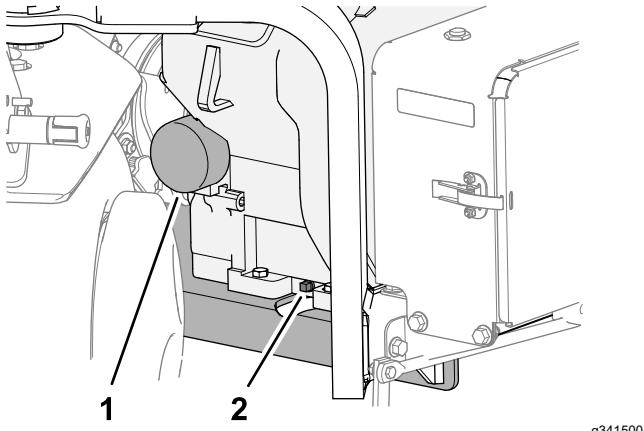

Bild 161
3. Stellen Sie eine Auffangwanne unter die Ölabblassschraube und entfernen Sie die Schraube (Bild 161).
1. Stellen Sie eine Auffangwanne unter den Filter und entfernen Sie den Filter (Bild 161).
6. Schrauben Sie den Ölfilter in den Filteradapter ein, bis die Dichtung den Filteradapter berührt (Bild 161). Ziehen Sie dann den Filter um eine weitere halbe Umdrehung fester.